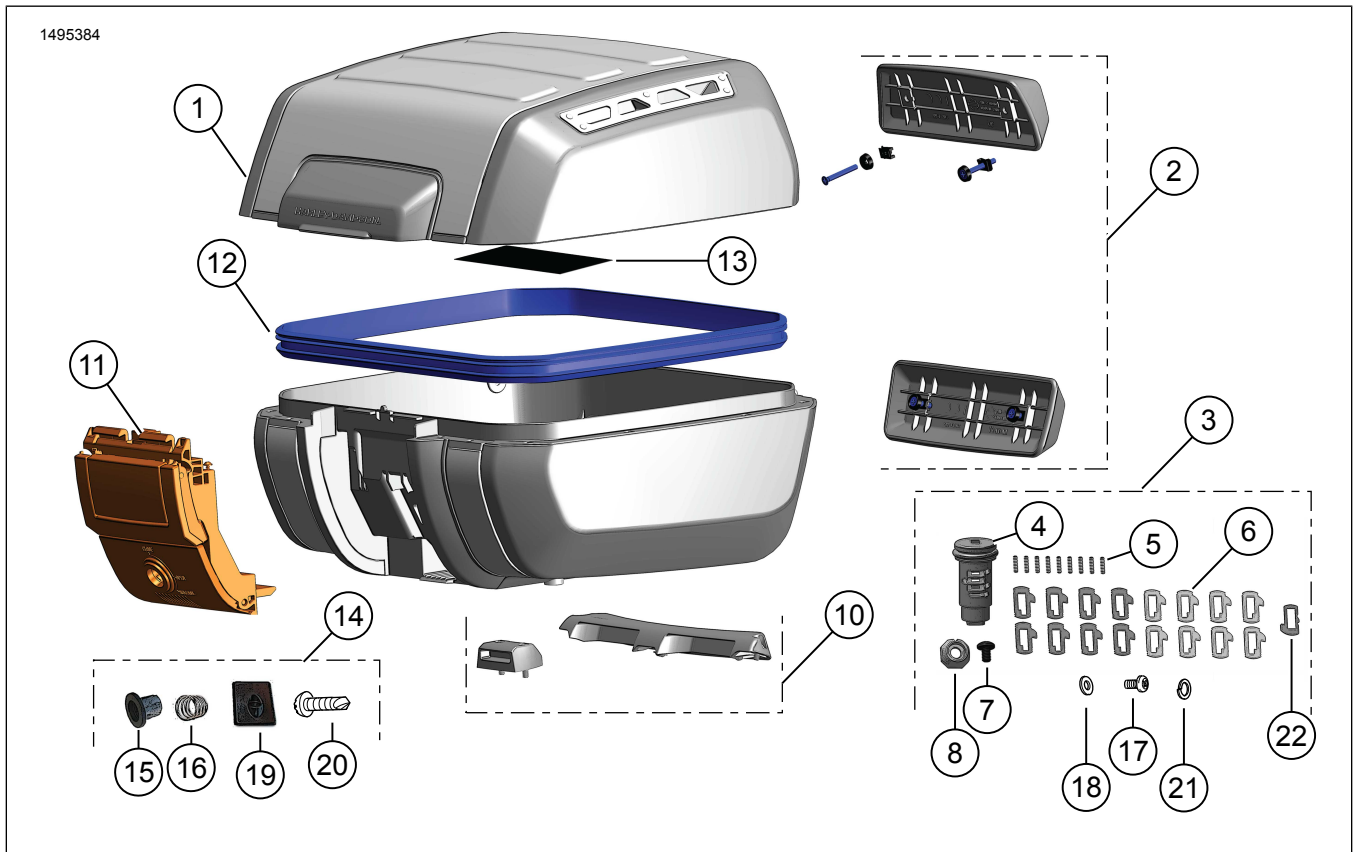

Figure 1. Contenu du kit : Top Case amovible
5. Figure 4 Installer les ressorts de culbuteur (5), voir Figure 1 , dans les trous aux positions 3,6 et 7 sur le côté (A) du sous-ensemble cylindre.
6. Figure 4 Installer les culbuteurs (6), voir Figure 1 , no11-14 aux positions 3,6 et 7 par nombre de culbute déterminés dans Tableau 3 .
7. Figure 4 Installer les ressorts de culbuteur (5), voir Figure 1 , dans les trous aux positions 4,5 et 8 côté (B) du sous-ensemble cylindre.
8. Figure 4 Installer les culbuteurs (6), voir Figure 1 , no21-24 aux positions 4,5 et 8 par nombre de culbute déterminés dans Tableau 3 .